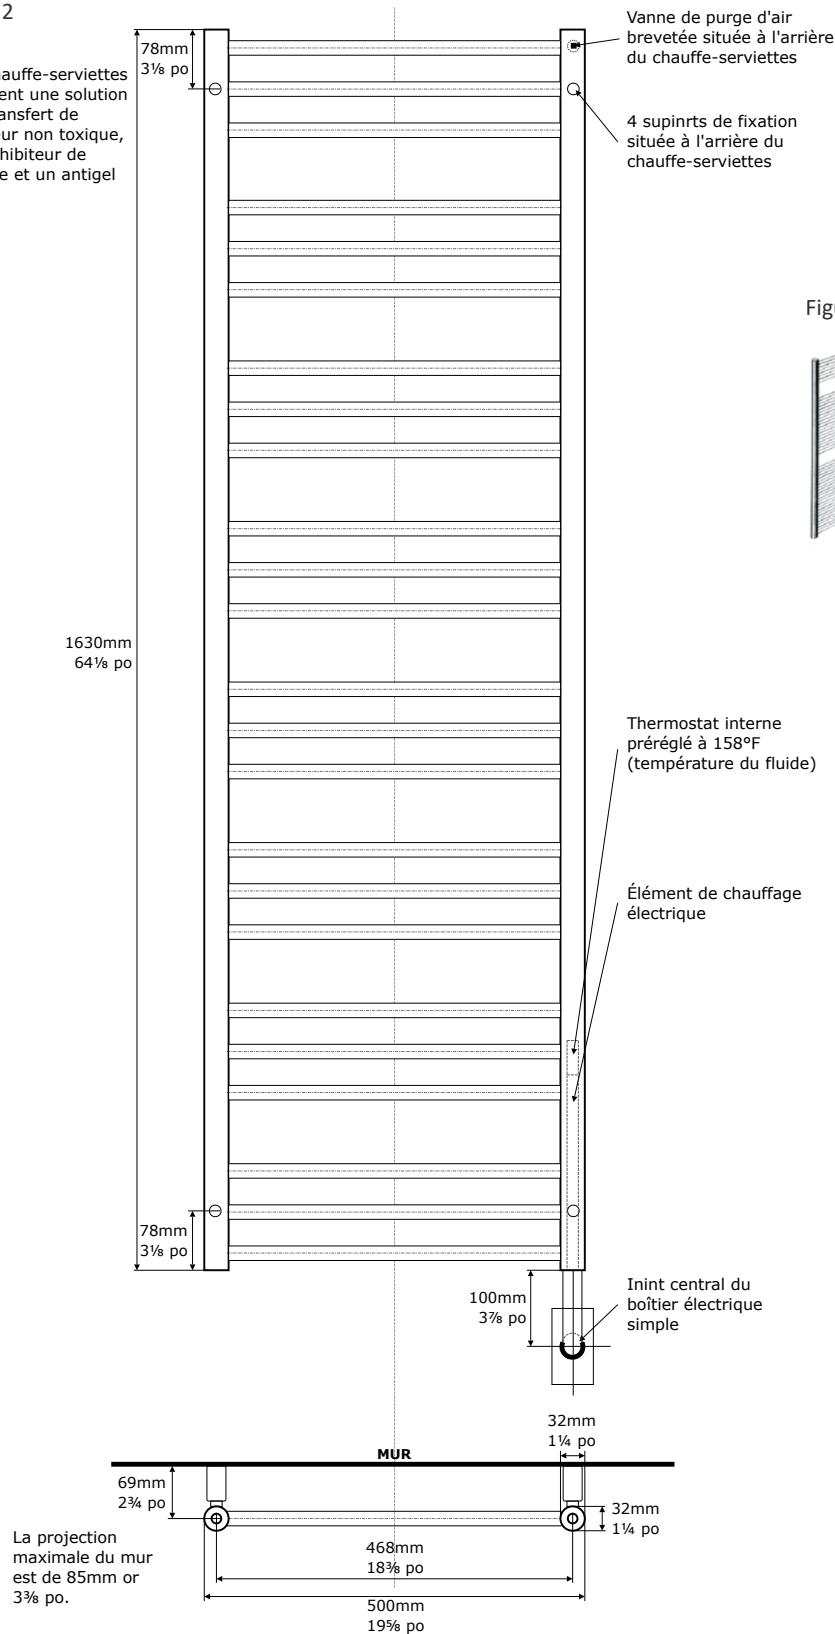

Figure 3
2. Effectuez toutes les connexions électriques comme indiqué sur la figure 3.